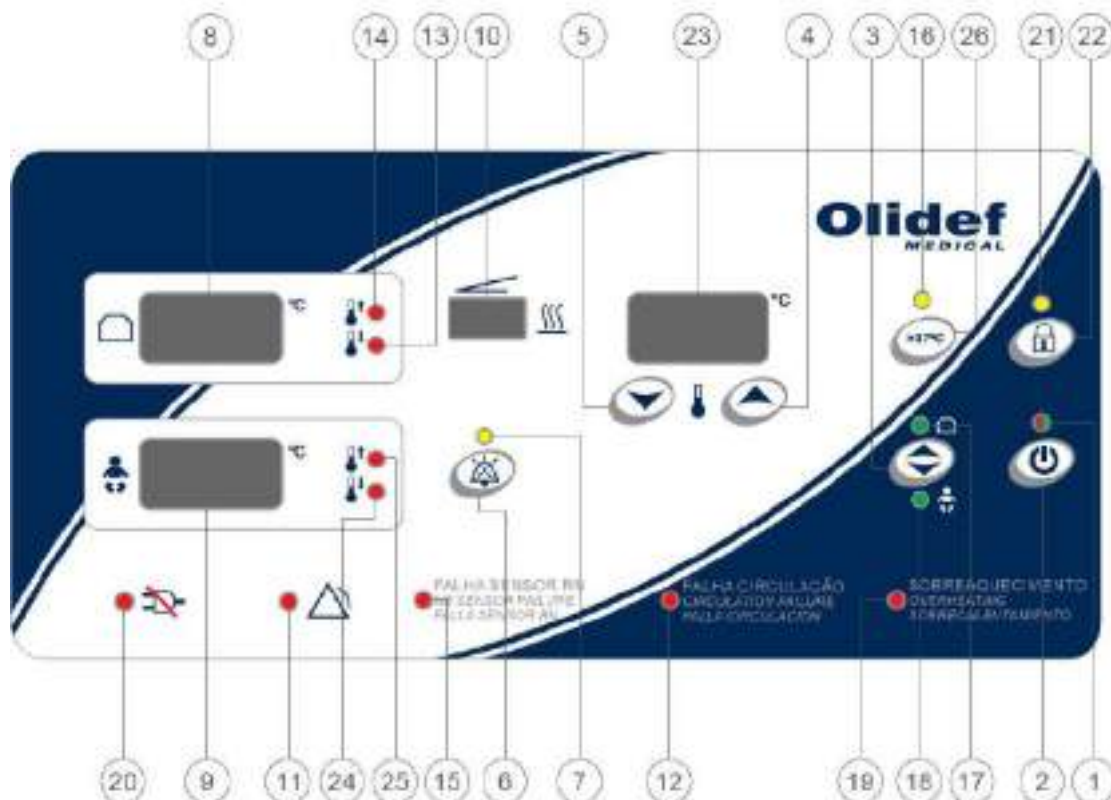

Figura 113 - Painel do módulo de controle MC1
- Para ajustar o valor programado para a temperatura do AR, pressione as teclas ELEVAÇÃO DA TEMPERATURA PROGRAMADA (indicação 4 da figura 113) / REDUÇÃO DA TEMPERATURA PROGRAMADA (indicação 5 da figura 113) até o valor desejado pelo operador.